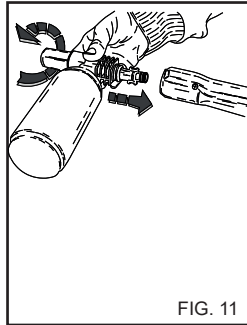

FIG. 11
- Når rengjøringsmaskinen ikke er i bruk må sikkerhetsanordningen på håndtaket lukkes (fig 11).
2) Fjern forlengelsesleddet fra håndtaket og før inn vaskemiddel-fordeleren (fig.11), start varmvannsspyleren og strøyt ut over overflaten nedenfra og oppover. For versjonen med oppsuging av vaskemiddel åpnes dose-ringskranen (Fig. 5B) og flytte tuten framover. La blandingen få virke i noen få minutter.